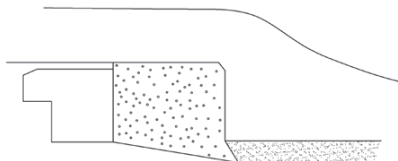

図 35 モルタル表面仕上げの状況
- (3) ハンマでモルタル面をたたき十分つき固める。ハンマで叩いてつき固めることにより、ボルト、継ぎ棒の裏側にも十分モルタルを詰めることができる。
- (4) 図 35 に示すようにヘラで表面を滑らかに仕上げる。